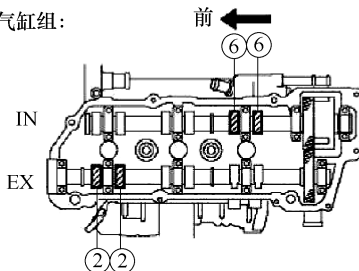

图 1-265 检查气门位置图示
3) 检查图 1-265 中所示的气门。
① 使用塞尺, 测量气门挺杆与凸轮轴之间的间隙。